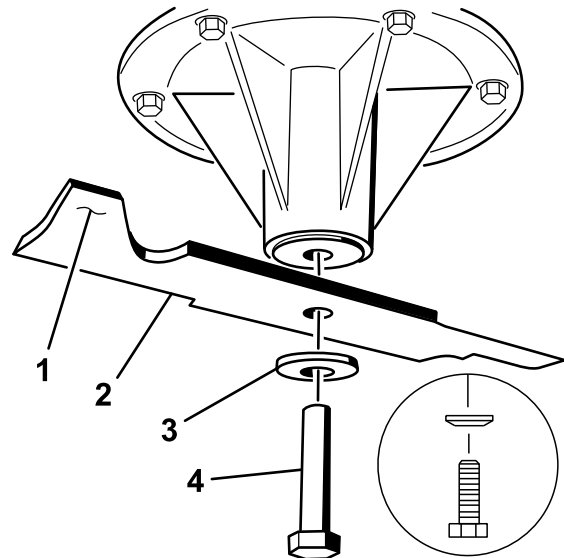

Figura 100
- Togliete il bullone, la rondella curva e la lama dall'asse del fusello (Figura 100).
- Se la lama non è bilanciata, limate del metallo soltanto dalla costa (Figura 100).